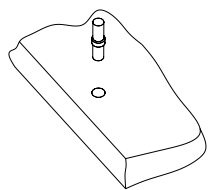

Рис.4
5. Вставить полкодержатели в соответствующие плоскостные отверстия боковин 3, 4 (Рис. 4)